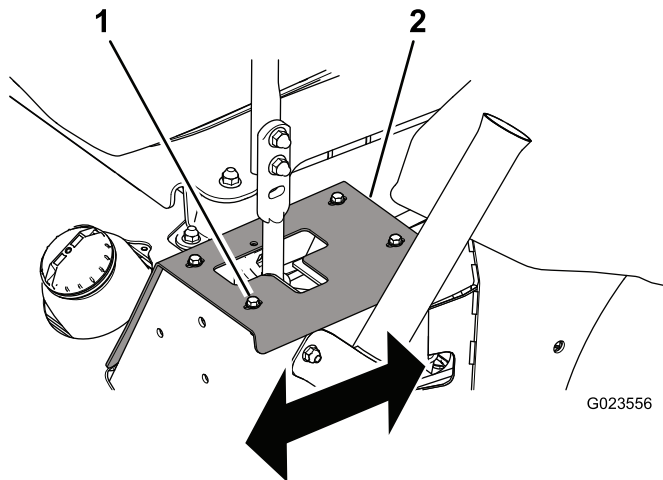

图55
- 如果轨迹偏右，松开螺栓并将左限位板向后调节，直到机器的轨迹笔直（图55）。
- 如果轨迹偏左，松开螺栓并将右限位板向后调节，直到机器的轨迹笔直（图55）。
1. 螺栓 (4)
3. 旋紧螺栓，固定限位板（图55）。